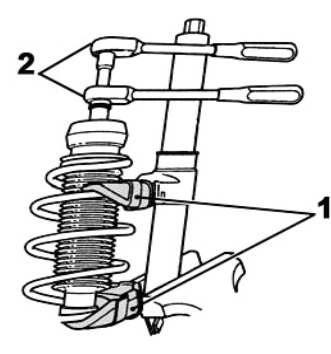
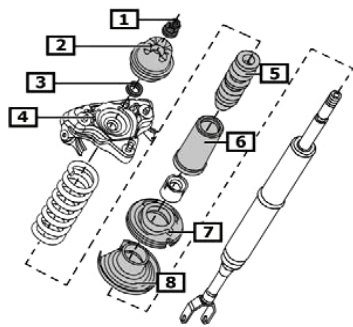

Fig. 3:
Fig. 4:
- **Fig. 3** Federbein in geeignete Haltevorrichtung klemmen.
- Federspanner (1) ansetzen. Feder spannen bis oberer Federteller frei beweglich ist.
- Kolbenstangenmutter mit Spezialwerkzeug (2) entfernen.
- **Fig. 4** Die Original-Anbauteile (2 - 8) werden wiederverwendet.
- **Fig. 3** Clamp suspension strut in suitable holding device.
- Apply spring tensioner (1). Pre-tension spring until upper spring cap is freely movable.
- Use special tool (2) to remove piston rod nut.
- **Fig. 4** The original add-on parts (2-8) will be re-used.
- **Fig. 3** Insérer la jambe de force dans un dispositif de support approprié.
- Mettre en place le monte ressort (1). Tendre le ressort jusqu'à ce que la coupelle de ressort supérieure se meuve librement.
- Enlever l'écrou de la tige de piston avec un outil spécial (2).
- **Fig. 4** Réutiliser les composants d'origine (2 - 8).
- **Fig. 3** Aprisionar el amortiguador en un dispositivo de sujeción apropiado.
- Colocar el tensor de muelle (1). Tensar el muelle hasta que el plato de resorte superior pueda moverse libremente.
- Retirar la tuerca del eje del amortiguador con una herramienta especial (2).
- **Fig. 4** Las piezas adicionales originales (2 - 8) vuelven a emplearse.
- Fig. 4** Performance Federbein mit den Original Anbauteilen (2–8) und Performancefeder bestücken und neue Kolbenstangenmutter (1) mit Spezialwerkzeug festschrauben.
- Fig. 4** Assemble Performance suspension strut with the original add-on parts (2-8) and Performance spring; use a special tool to tighten new piston rod nut (1).
- Fig. 4** Monter la jambe de force Performance avec les composants d'origine (2 – 8) et le ressort Performance et visser solidement les nouveaux écrous de tige de piston (1) avec un outil spécial.
- Fig. 4** Colocar las piezas adicionales originales y el muelle Performance en el amortiguador Performance (2 – 8) y atornillar nuevas tuercas del eje del amortiguador (1) con una herramienta especial.